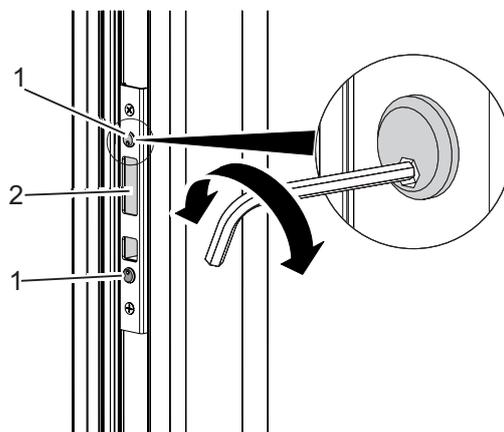

Fig. 40: Réglage de la gâche secondaire
1. Tourner les vis de réglage (Fig. 40/1) avec la clé pour vis à six pans creux.
- L'insert intérieur (Fig. 40/2) est légèrement déplacé dans la direction souhaitée.
- ☞ Les brosses d'étanchéité (fig. 40/1) sont rentrées dans les profilés sur les chants.
- ☞ Les brosses d'étanchéité (fig. 40/1) sont rentrées sur le chant supérieur.